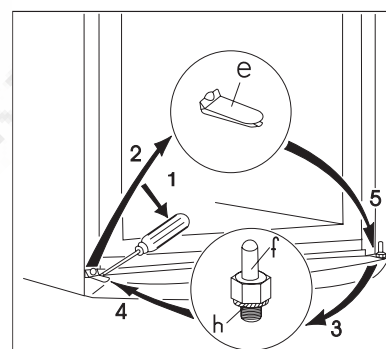

рис. 3
- С помощью отвертки вытащите вставку (e) нижней вентиляционной решетки (Рис. 3).
- Вывинтите нижнюю дверную петлю (h, f) морозильного отделения и снова привинтите её на другой стороне. При этом не забудьте поставить подкладную шайбу (h) (рис. 3).
- Установите дверцу морозильного отделения на нижнюю дверную петлю (f) (Рис. 3).